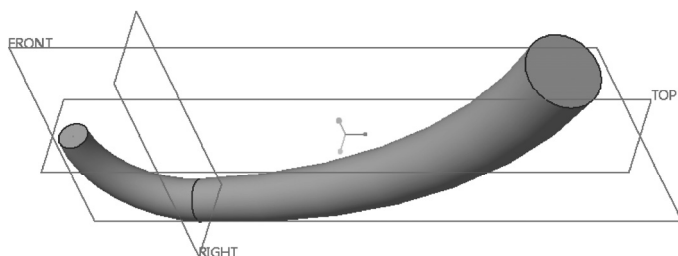

图 4-73 创建可变截面扫描实体特征
9) 在“扫描”选项卡中单击 (完成) 按钮，创建的可变截面扫描实体特征如图 4-73 所示。